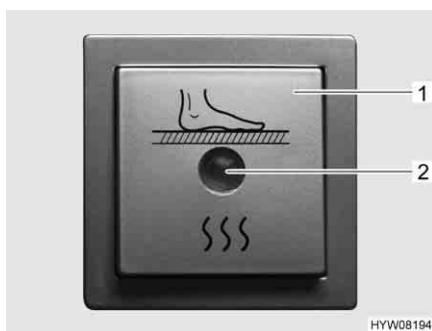

Fig. 129 Interruttore per riscaldamento elettrico del pavimento
- Premere l'interruttore a bilico (Fig. 129,1). La spia di controllo nell'interruttore (Fig. 129,2) si accende.
- Premere l'interruttore a bilico (Fig. 129,1). La spia di controllo (Fig. 129,2) nell'interruttore si spegne.